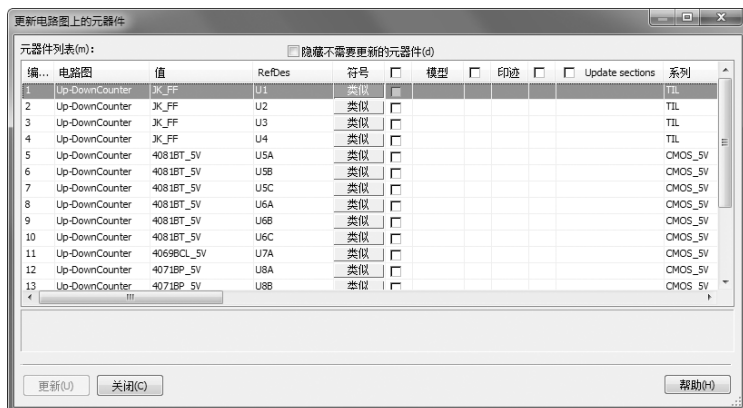

图 7-3 “更新电路图上元器件”对话框
1) 选择菜单栏中的“工具”→“更新电路图上的元器件”命令，弹出“更新电路图上的元器件”对话框，图 7-3 所示。